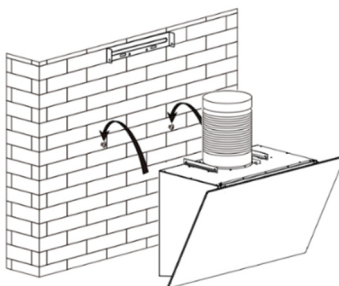

Рис.4
6. Повесьте вытяжку на стену, отрегулируйте её положение и зафиксируйте двумя страховочными винтами ST 4x30. Два отверстия диаметром 6 мм для предохранительных винтов находятся в задней части корпуса См.Рис.4 и 6.